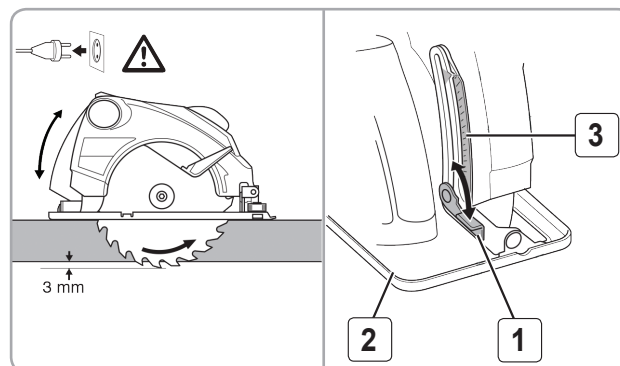

Fig.8
- Se slăbește șurubul de reglare Fig 8 (1) - în sensul invers acelor de ceasornic
- Ridicați/coborâți placa de bază Fig 8 (2) până la adâncimea de tăiere dorită, adâncime care poate fi setată pe o scală cu ajutorul indicatorului Fig 8 (3)